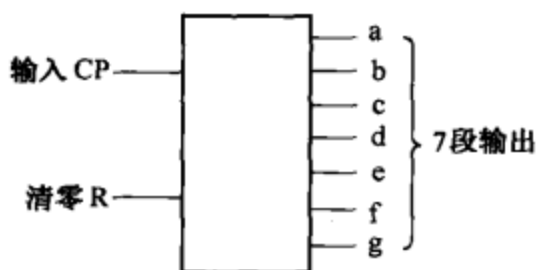

图 8-53
(2) 图 8-53 所示为十进制计数-7 段显示译码器电路符号, CP 为脉冲信号输入端, R 为清零端; a~g 为 7 个输出端。当 CP 端有脉冲信号输入时, 电路便对其计数, 并将计数结果通过 7 个输出端驱动 7 段数码管显示出来。